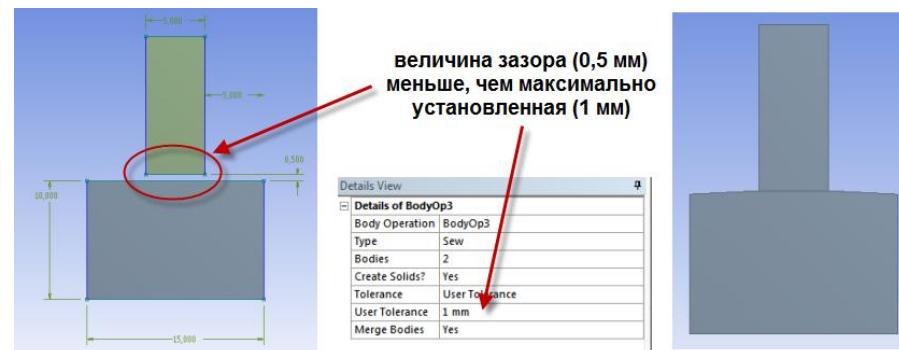

Рис. 3.34
– *Sew* – соединение двух плоских оболочек (сшивки). Применяется только к плоским оболочкам (*Surface Body*), имеющим близко расположенные контуры. Максимальное расстояние между контурами, по которому определяется возможность соединения, устанавливается опцией *Tolerance*, имеющей три варианта: *Normal* – нормальное, *Loose* – широкое, *User Define* – определяемое пользователем. Результатом является объединенная оболочка. Если требуется преобразовать соединенную оболочку в объемное тело, то нужно задать *Yes* в опции *Create Solids*. Пример применения команды *Sew* для соединения плоских оболочек показан на рис. 3.34. Зазор между оболочками (0,5 мм) меньше, чем значение параметра *User Tolerance* (1 мм), поэтому выполнение команды завершается успешно;